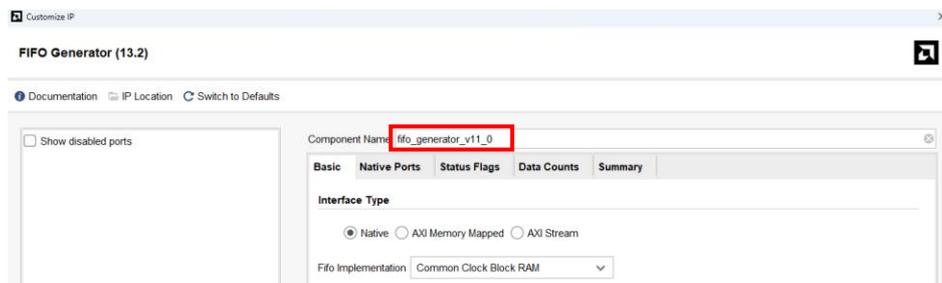
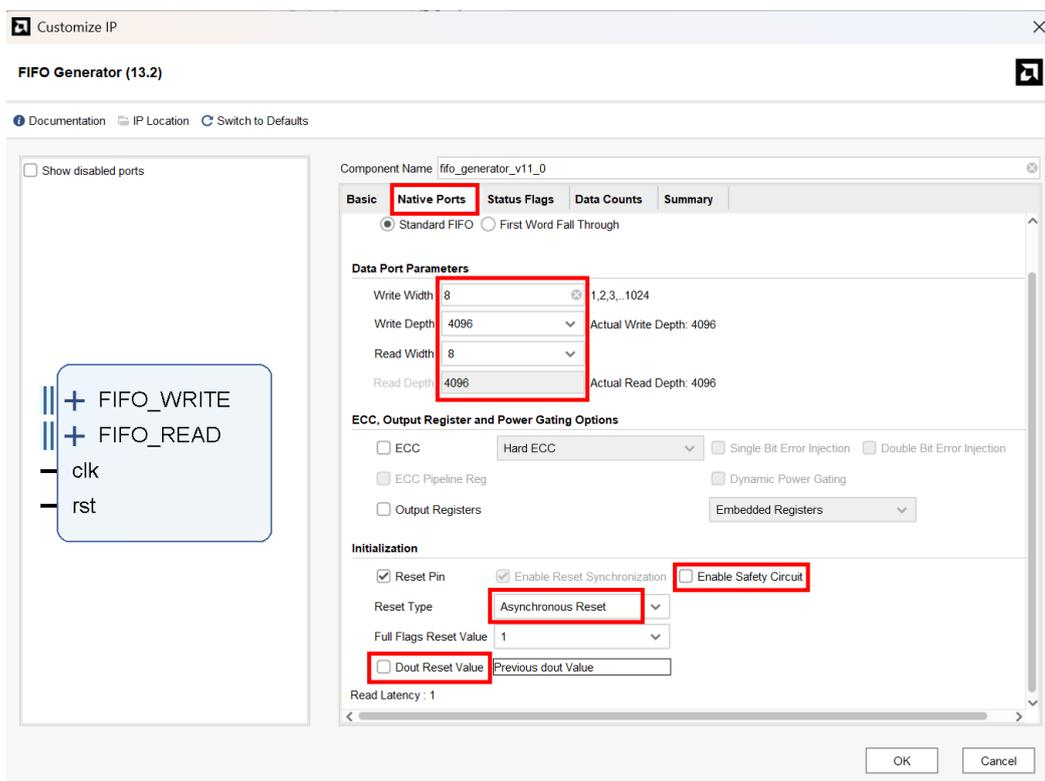

図 4-15 [Customize IP] - [Component Name]
図 4-16 [Native Ports]
(11)[Customize IP]で設定を行います。[Component Name]を「fifo_generator_v11_0」と書き換えます(図 4-15)。図 4-16 のように[Native Ports]を開き、[Data Port Parameters] - [Write、Read]の Width を 8、Depth を 4096 にし、[Initialization] - [Reset type] - [Asynchronous]に設定し、[Enable Safety Circuit]のチェックを外します。[Initialization] - [Dout Reset Value]のチェックを外します。